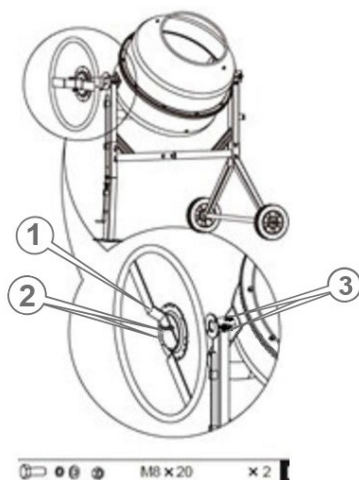

Рисунок 18. Схема встановлення поворотного колеса моделей «БМ-160-ЗНН», «БМ-180-ЗНН».
1. Встановити поворотне колесо регулювання кута нахилу барабана з боку більшого діаметра вала стійки опорної рами та зафіксувати болтом (рис. 18).